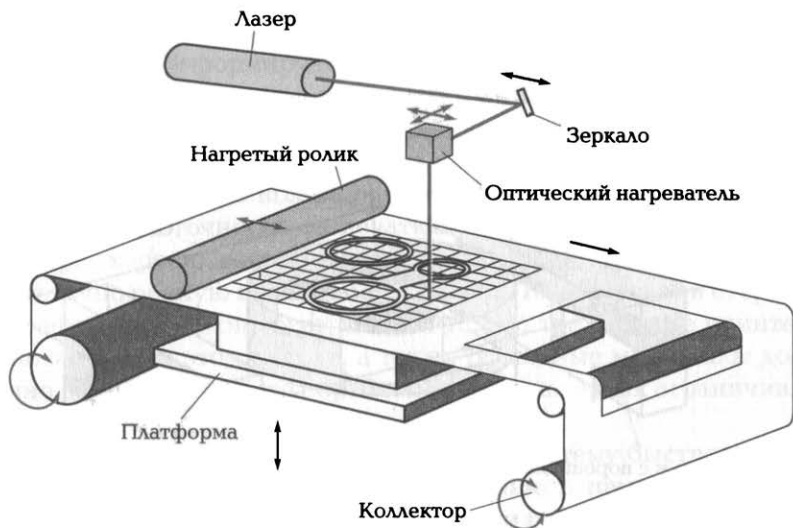

Рис. 7.12. Схема трехмерного принтера, реализующего технологию ламинирования LOM
*Ламинирование (Laminated Object Manufacturing — LOM)* как технология объемной печати с использованием лазера разработана компанией Helysis. Суть технологии такова — в принтер по очереди закладываются тонкие листы рабочего материала, из которого затем лазером вырезаются слои будущей модели. После резки слои склеиваются друг с другом. В качестве материала первоначально использовалась специальная бумага со слоем клеящего вещества. Однако таким образом можно также нарезать тонкий пластик, керамику и даже металлическую фольгу. Принцип работы трехмерного принтера, реализующего LOM-технологию, показан на рис. 7.12.